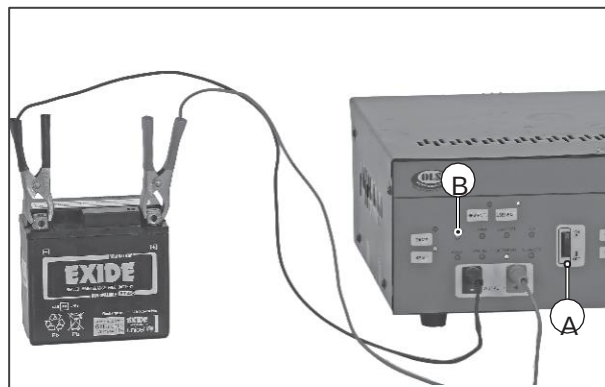

Fig. 5.76
- Encienda el interruptor 'MAINS ON-OFF' (A) y asegúrese de que el indicador LED 'MAINS-ON' (B) esté encendido. (Fig. 5.76) Si este indicador no está encendido, verifique el fusible principal del cargador y reemplácelo si es necesario.